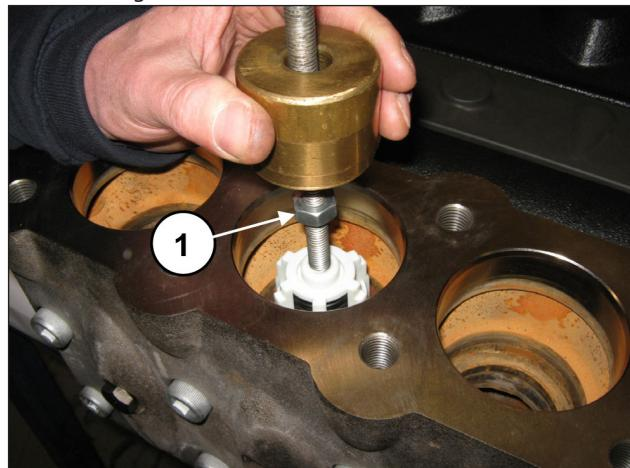

Abb. 98
Entfernen Sie die Druckventilgruppe mithilfe eines Abziehers mit Schlagwerk (Art. 27516400) an der Bohrung M10 der Ventilführung (Pos. ①, Abb. 98).